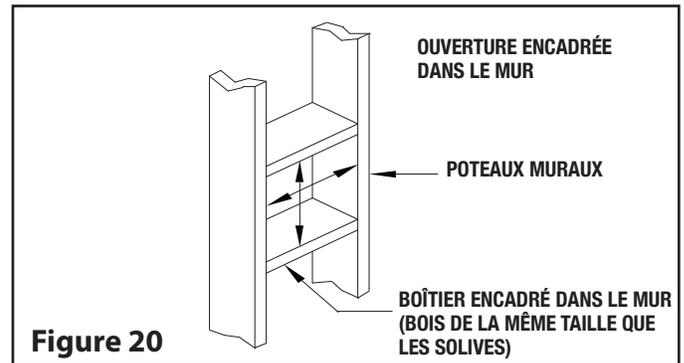

Figure 20
Étape 2 : Normalement, les colombages sont placés à 16 po d'écart. Avec l'ouverture à mi-chemin entre ceux-ci, le support sera attaché à ces poteaux et garantira ainsi une fixation solide au mur (voir Figure 20).